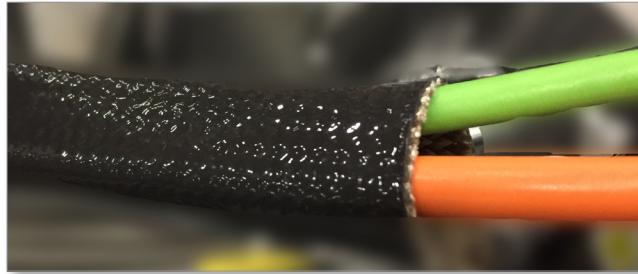

Abbildung 6-24 Versehen der Kabel mit einem Wärmeschutzmantel
11. Versehen Sie die Kabel mit einem Wärmeschutzmantel mit einem Temperaturwert von 280° C (535° F). Siehe Abbildung 6-24.